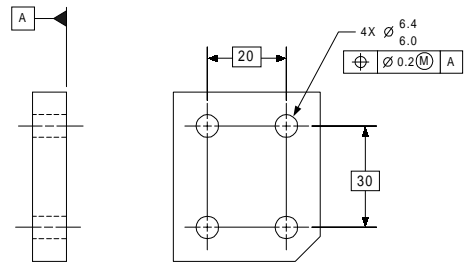

Figura 9
46. En la Figura 9, la especificación de tolerancia de posición afecta el _____ del patrón de barrenos.